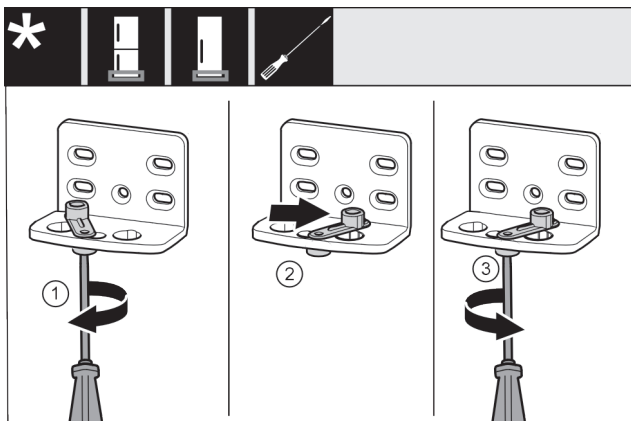

Fig. 28
- ▶ Schraube Fig. 28 (1) mit Schraubendreher lose schrauben.
- ▶ Türschließhilfe Fig. 28 (2) anheben und um 90° nach rechts in Bohrung drehen.
- ▶ Schraube Fig. 28 (3) mit Schraubendreher festschrauben.